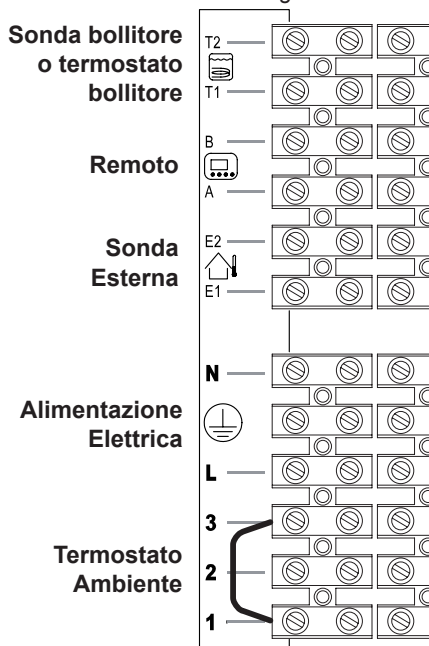

Figura 5.43
Per il collegamento del remoto servirsi dei morsetti indicati in Figura 5.43.
- Collegare ai morsetti **T1** e **T2** della morsettieria i due conduttori elettrici come indicato in Figura 5.43.
Per il collegamento della sonda esterna servirsi dei morsetti indicati in Figura 5.43.
Il ponticello elettrico collegato nella morsettiera termostato ambiente tra i morsetti "1 e 3" non va rimosso Figura 5.43.